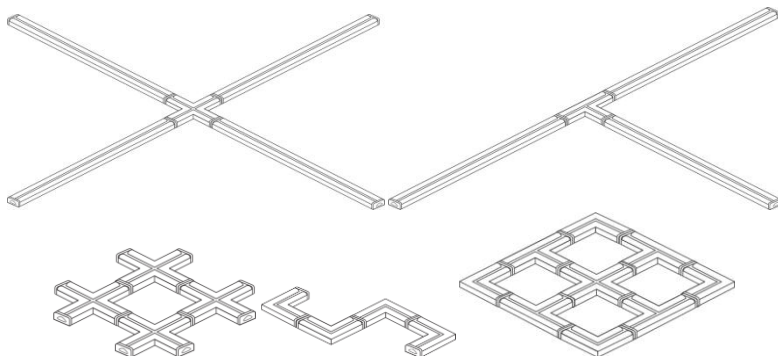

Рисунок 7 – Примеры различных вариантов соединений светильников серии Лайнер.
- 5.6. Светильники Geniled Лайнер-L, Geniled Лайнер-T, Geniled Лайнер-X могут использоваться самостоятельно или в качестве соединительного элемента для формирования модульных непрерывных систем (Рисунок 7).